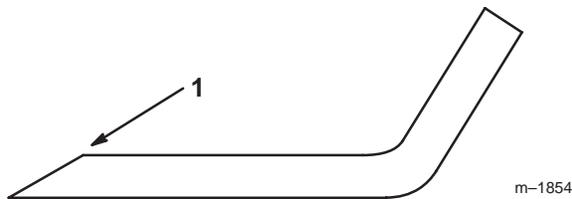

Bild 33
- Schärfen Sie die Schnittkante an beiden Enden des Schnittmessers mit einer Feile (Bild 33). Behalten Sie den ursprünglichen Winkel bei. Das Schnittmesser behält seine Auswuchtung bei, wenn von beiden Schnittkanten die gleiche Materialmenge entfernt wird.